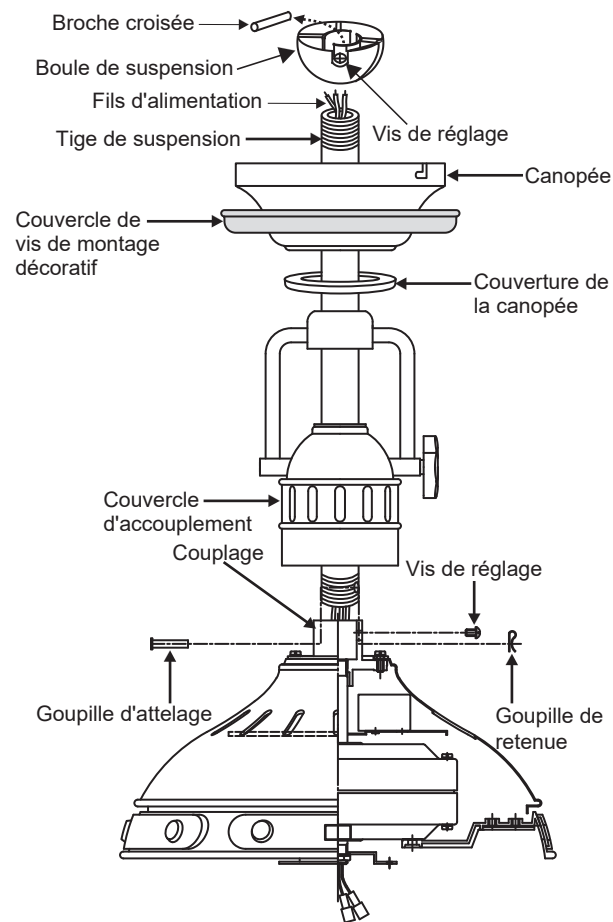

Fig. 7
Étape 1. Retirez la boule de suspension de l'assemblage de la tige descendante en desserrant la vis de réglage, en retirant la goupille transversale et en faisant glisser la boule de la tige. (Fig. 7)
Étape 2. Desserrez les deux vis de réglage et retirez la goupille d'attelage et le clip de fixation de l'accouplement situé au-dessus de l'ensemble du moteur. (Fig. 7)
Étape 3. Faites passer avec précaution les câbles électriques du ventilateur à travers la tige descendante. Vissez la tige dans l'accouplement jusqu'à ce que les trous des goupilles d'attelage soient alignés. Ensuite, remplacez la goupille d'attelage et le clip de retenue. Serrez les deux vis de pression. (Fig. 7)
Enfilez la boule de suspension sur la tige, insérez la goupille transversale dans la tige et serrez. Serrez maintenant la vis de pression. (Fig. 7)